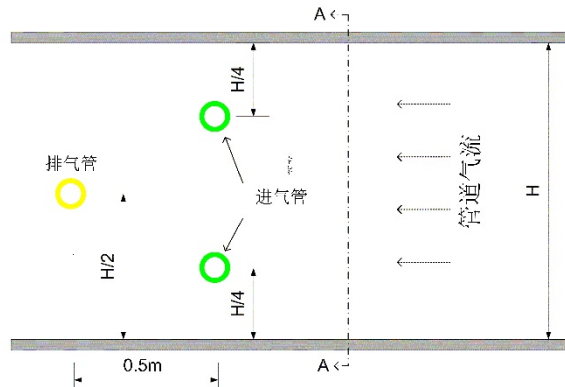

图 3: 大型管道的进气管和排气管位置侧视图
大型管道指宽度 1 m 到 2 m 的管道。对于这些管道, 建议将烟雾探测器的进气管分为两个支路。下图 (图 3) 显示了管道截面的侧视图, 包括进气管和排气管的相对插入位置。两个进气管位于四分之一的管道高度 (H) 处, 排气管插入进气管下游约 0.5 m 的中间高度处。